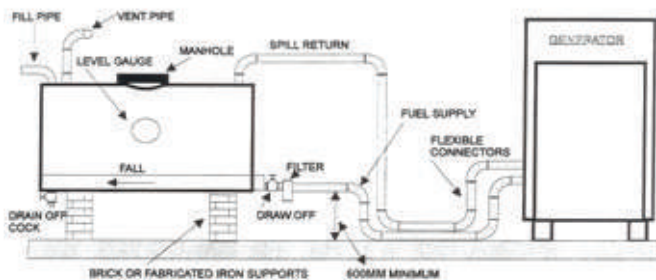

Рис. 5.1. Промежуточный топливный бак
5.5. Установка без промежуточного бака (Рис. 5.1.)
Простейшим решением является подача топлива в двигатель непосредственно из резервуара для хранения и возврат перелившегося количества из инжектора в этот резервуар. Это решение дано на Рис. 5.1.